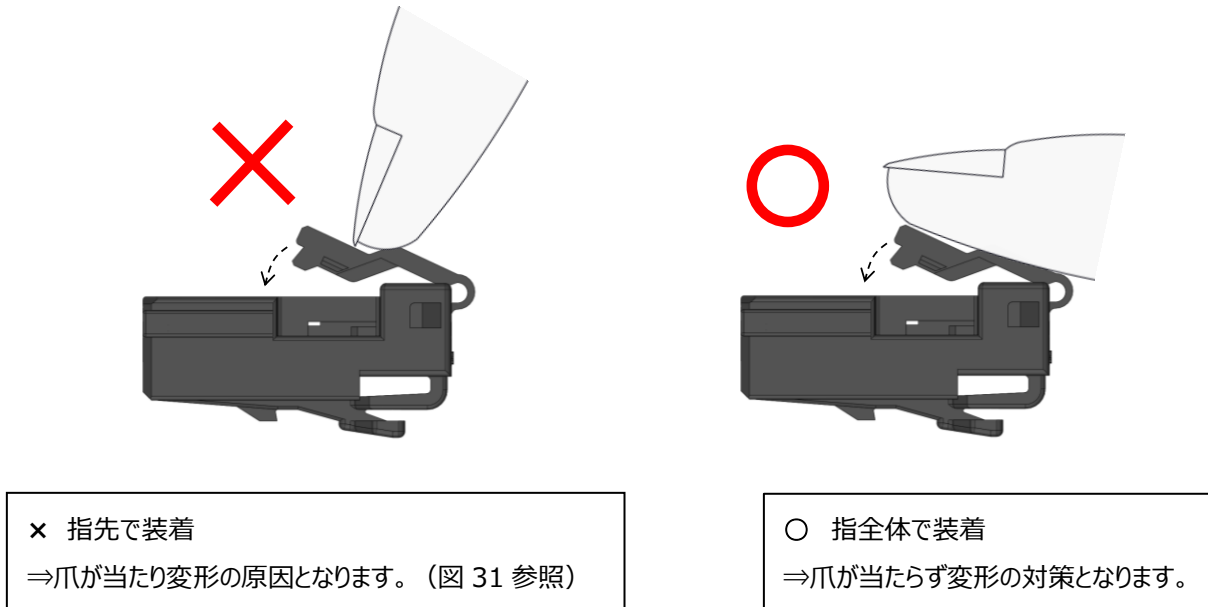

図 30. 二次係止部装着時注意点
④図.30 に示す様に、二次係止部を爪で装着しない様にしてください。